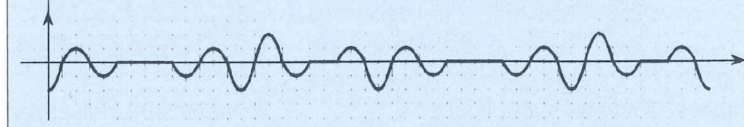

Figure 9: Signal CH
4. Le signal CHR final (figure 9) correspond au mélange des deux composantes (R - Y) et (B - Y) modulées sans portuse.